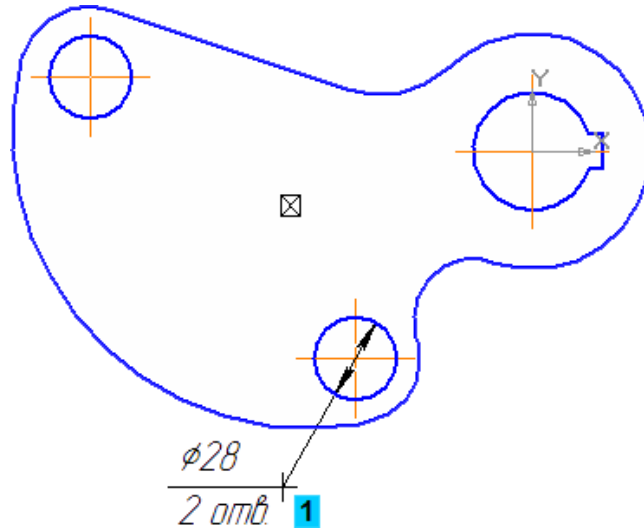

Рисунок 23.
- Для окончательного создания размера укажите точку 1 начала полки (рис. 23).